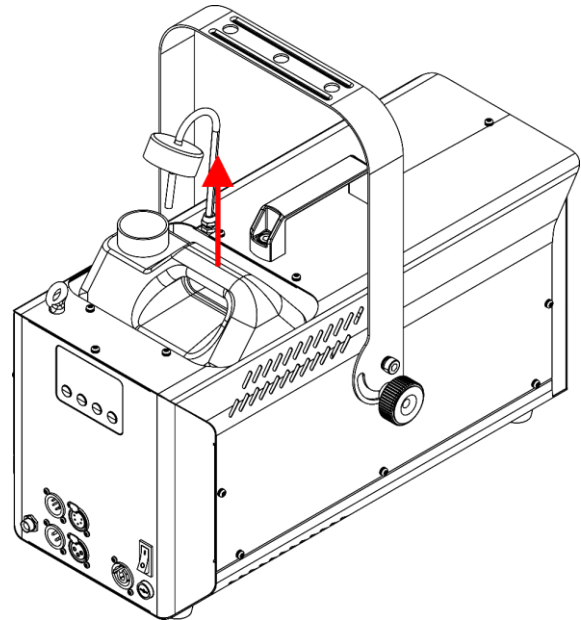

Fig. 15
- 03) Haal de vloeistoftank eruit, zoals getoond in Fig. 15.